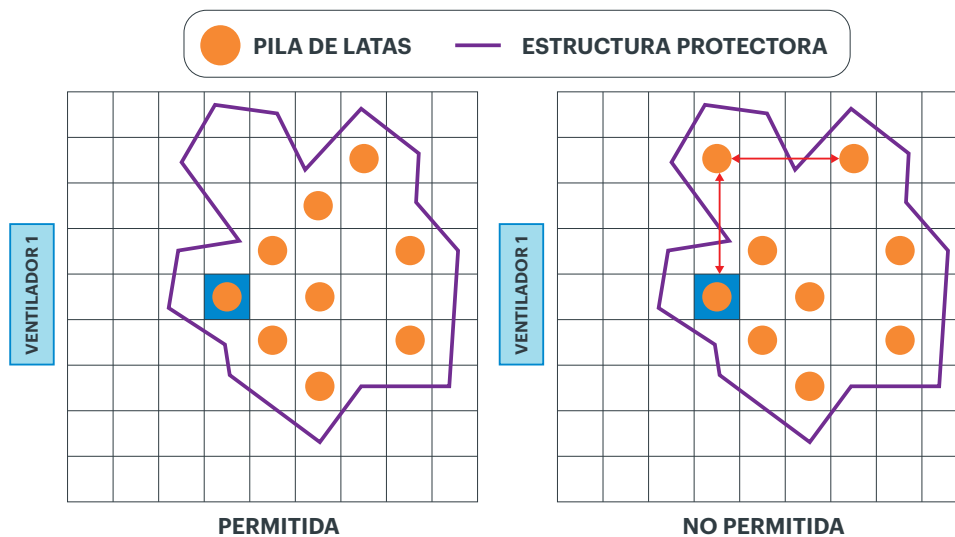

Figura 7:
9. Ninguna parte de la(s) estructura(s) protectora(s) puede ocupar espacio entre las pilas de latas (ver Figura 7).